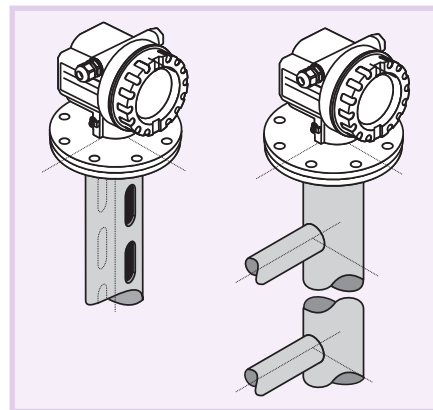

Рис. 8. Размещение зонда в успокоительном колодце (слева) и в байпасе (справа)
- Для уменьшения влияния помех при работе с жидкостями, вязкость которых меньше 500 сСт, стержневой или коаксиальный зонд может быть помещён в байпас или успокоительный колодец, располагаемый в произвольном месте резервуара (рис. 8).